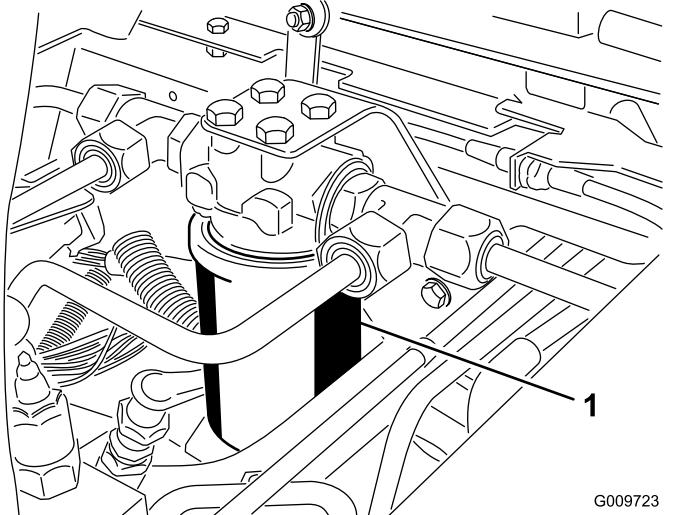
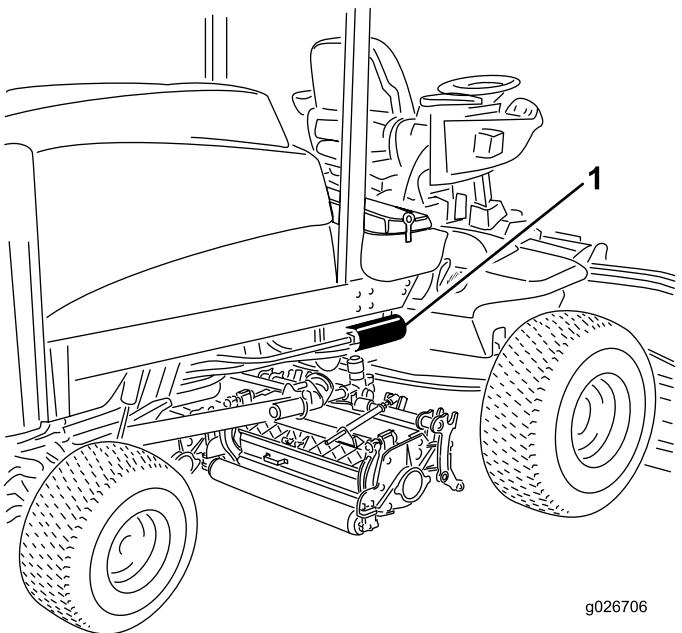

Figura 74
Figura 75
2. Limpe a zona em torno da montagem do filtro. Coloque um recipiente de escoamento debaixo do filtro e retire o filtro (Figura 74 e Figura 75).